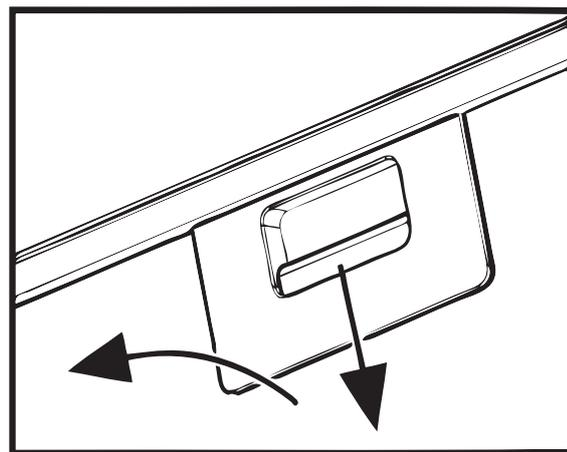

Рис.6
8.7 Для снятия алюминиевого фильтра (**рис.6**) необходимо нажать на пружинную задвижку и, потянув на себя и вниз, снять фильтр с панели. Установка фильтра выполнить в обратном порядке.